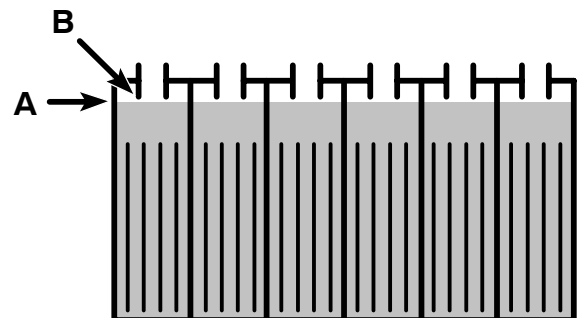

FIG. 31
7. Batteries plomb-acide : après le chargement, vérifiez le niveau d'électrolyte (A) des batteries. Le niveau doit se trouver environ à .375 in / 1 cm du bord inférieur de l'orifice de remplissage (B) (Figure 31). Ajoutez de l'eau distillée si nécessaire. **NE REMPLISSEZ PAS TROP.**